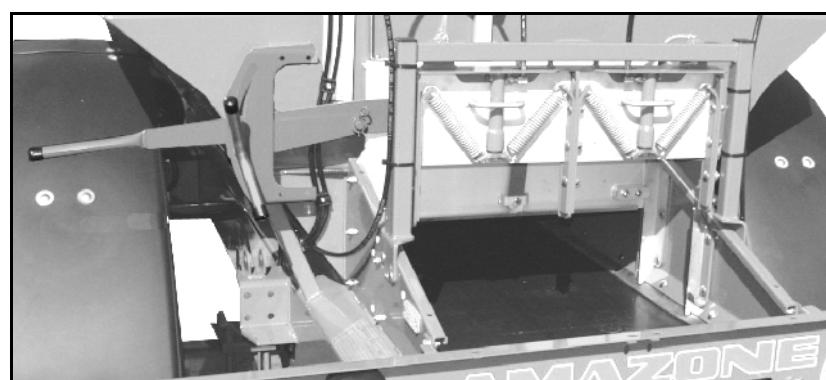

Fig. 31
Después de introducir la anchura de trabajo, la cantidad nominal, la velocidad prevista y el peso a granel, ajustar en la **ZG-B** la posición recomendada de la corredera (Fig. 31).
6.  Predosificar hasta que el abono llegue al final de la cinta del fondo (Fig. 31). Las correderas dobles se abren automáticamente.